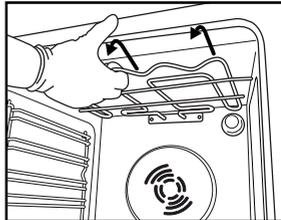
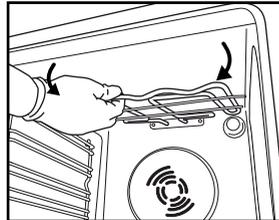

Fig 4
Fig 5
2. Dégagez légèrement la résistance (Fig. 4) et abaissez-la (Fig. 5).